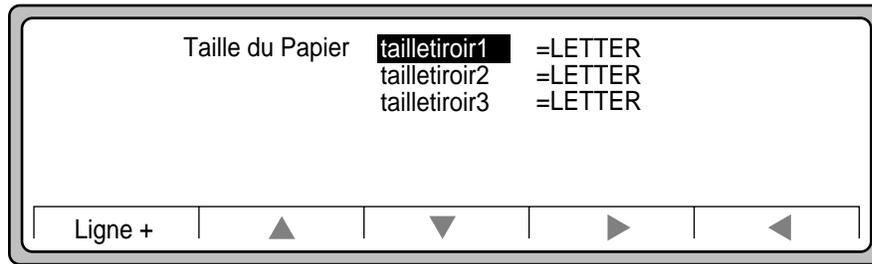

Figure 3-9 Menu Taille du Papier
1. Appuyez sur le bouton Taille du Papier de l'Ecran principal pour obtenir l'écran présenté à la Figure 3-9.